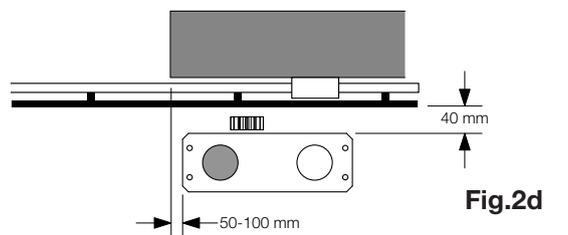

Fig.2d
- Fig. 2d installazione con motore a destra